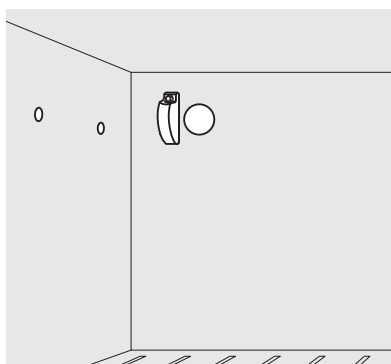

figure 1
4. Utilisez un couteau à mastic en plastique pour retirer les caches de l'intérieur du compartiment du congélateur. Voir la figure 1.
5. Retirez le couvre-connecteur du harnais, là où la machine à glaçons sera branchée, en retirant la vis hexagonale de 1/4 po. Voir la figure 1.